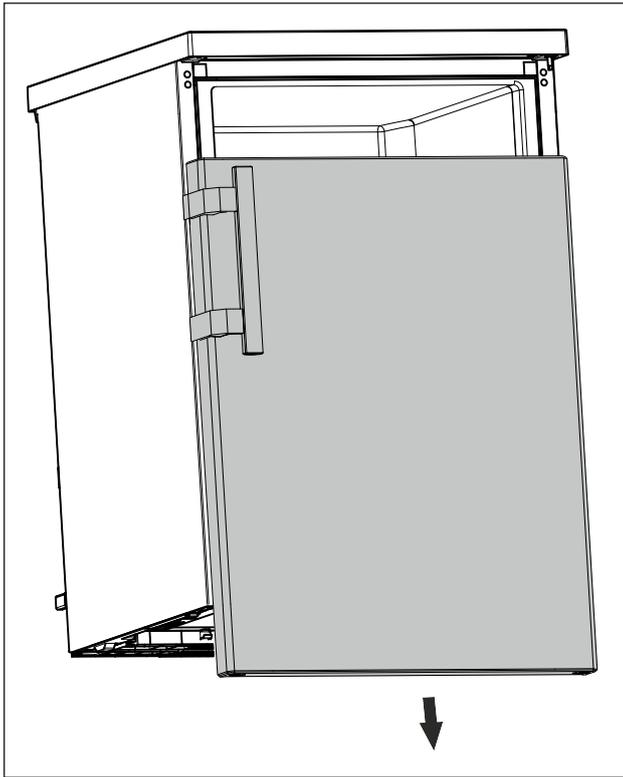

Fig. 12
- ▶ Nuimkite duris žemyn. (žr. Fig. 12)